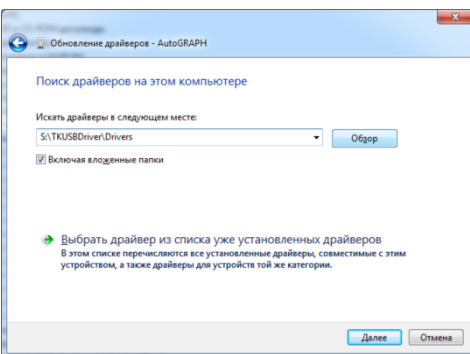

Рис.2.
6. Укажите путь к временной папке, в которую был распакован архив с драйверами и нажмите кнопку «Далее». Система начнет установку драйверов из указанного места на жестком диске (рис. 2).